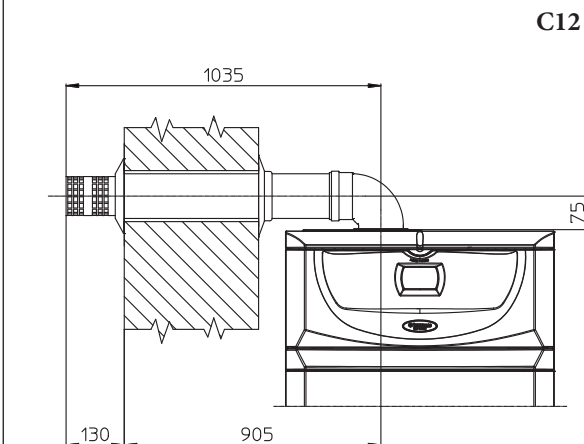

Fig. 1-12
- Applicazione con uscita laterale (Fig. 1-12); Utilizzando il solo kit orizzontale aspirazione-